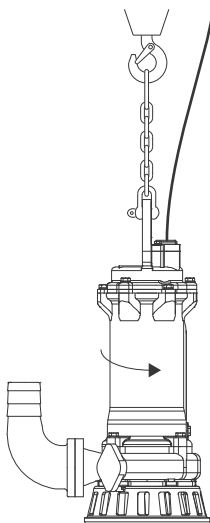

图 9 检查转向
2. 在启动和停止水泵的同时观察泵的运动（冲击）方向。如果转动方向正确，那么从上方观察时叶轮顺时针转动。其结果是启动时水泵向着逆时针方向冲击。见图9。